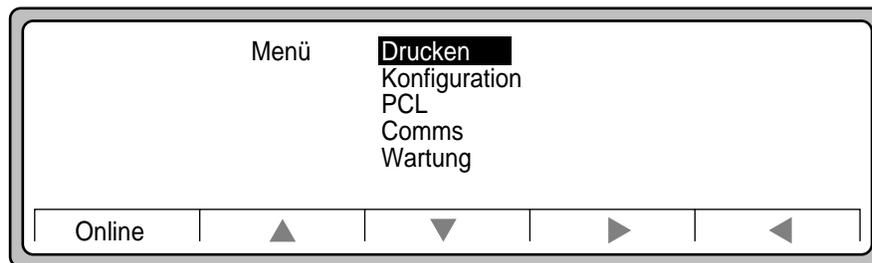

Abbildung 4-32 Liste der Untermenüs
2. Abbildung 4-32 zeigt die Auswahlmöglichkeiten.